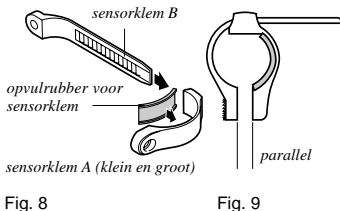
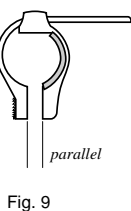

Fig. 8
Fig. 9
1. Steek sensorband B in de gleuf van sensorband A en klem de rubber strip aan de binnenkant van band A (fig. 8). Stel de lengte van de klemband zo in dat, gevouwen om de voorvork, de twee bevestigingspunten parallel liggen (fig. 9). (Door stevig te trekken kunt u bandje B uit de gleuf van A trekken)